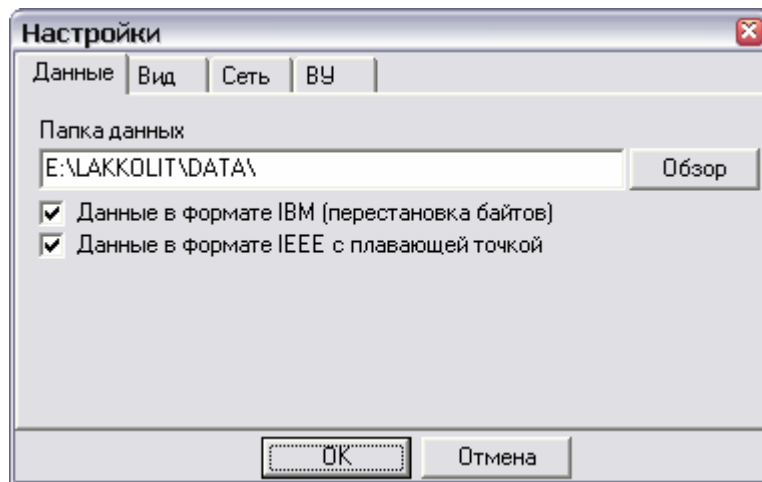

Рис. 3
Раздел «ДАННЫЕ» окна настройки глобальных параметров изображен на Рис. 3. В нем находятся следующие органы управления:
- В разделе «ДАННЫЕ» окна настройки глобальных параметров (Рис. 3) указана папка, в которой размещаются файлы. По умолчанию эта папка называется «%EXEPATH%\DATA», где «%EXEPATH%» – папка, в которой установлена программа. Если эта папка отсутствует, она будет создана автоматически.